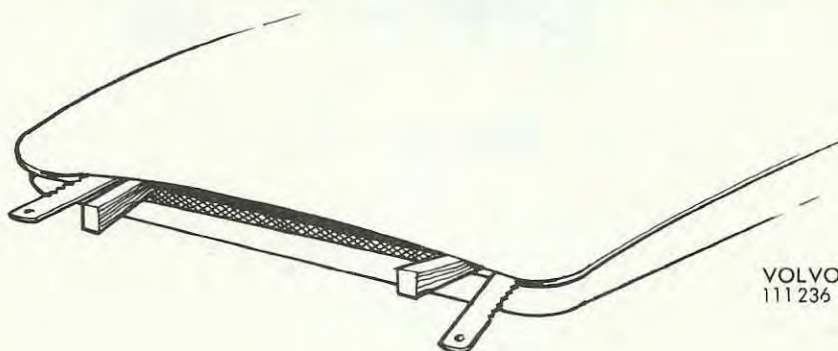

Bild 3
1. För att lättare komma åt fogytorna är det lämpligt att spänna isär skalerna med träklossar eller liknande (bild 3).
2. Renslipa fogytorna. Såga med ett bågfilmsblad i sprickans ytterändar för att ge utrymme åt reparationsmaterialet (bild 3).